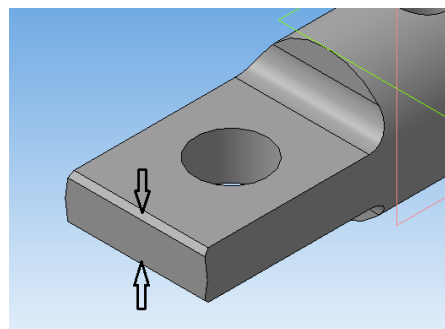

Рисунок 51.
24. На передних кромках скоса выполните фаски длиной **2мм** и углом **45°** (рисунок 51).